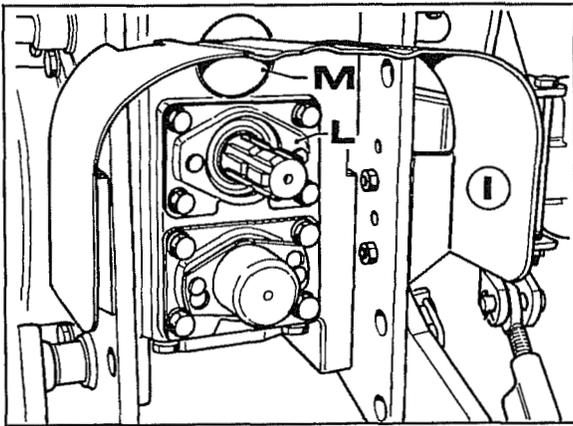

Fig. 11
1. Enlever la protection **I**, le couvercle **L** et le couvercle **M** de fig. 11.